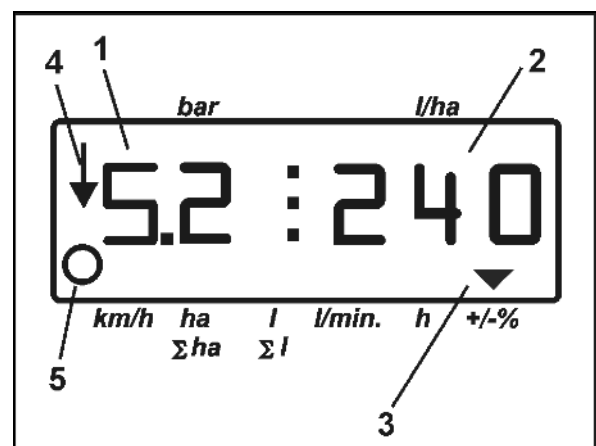

Fig. 13
- Während des Spritzens wird das Arbeitsdisplay angezeigt. Fig. 13/...
- Spritzdruck (1)
- Momentane Aufwandmenge (2)
- Maschine in Arbeitstellung (4)